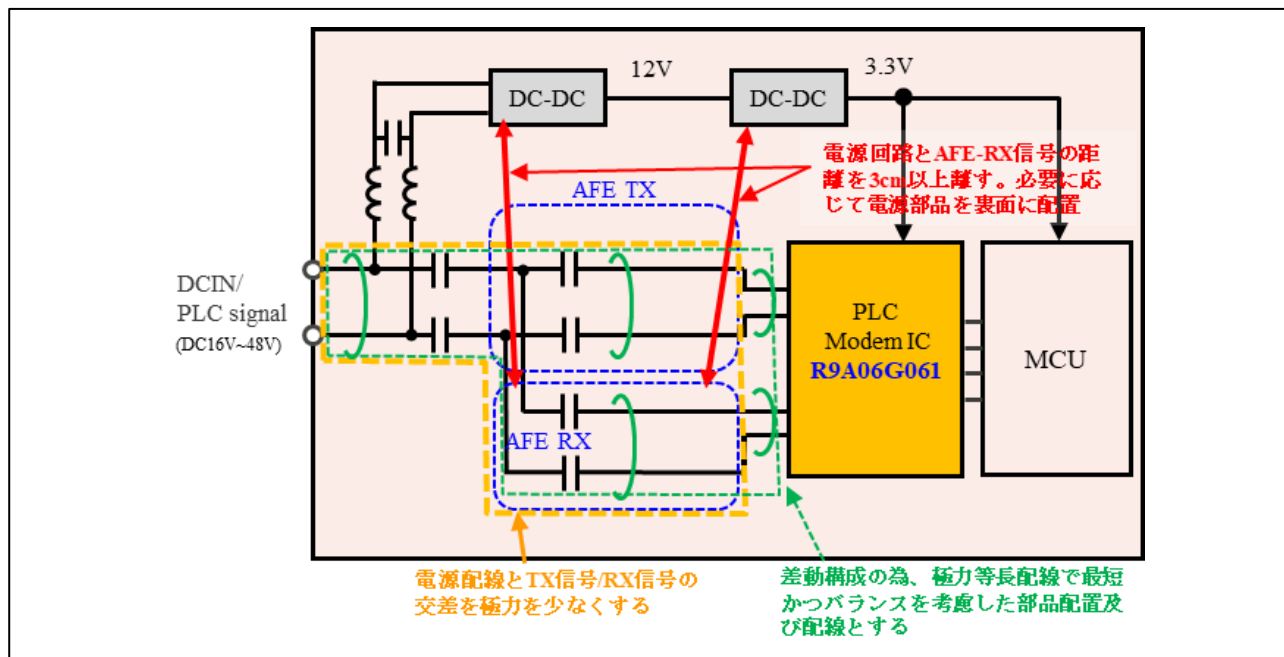

Figure 3-3 CPX 駆動の AFE 回路の PCB レイアウトの注意事項
- CPX 駆動の AFE 回路の PCB レイアウトの注意事項を Figure 3-3 に示します。
- R9A06G061-DC IN/PLC signal 端子の送信及び受信信号ラインは、差動信号となる為、可能な限り等長配線で最短かつバランスを考慮した部品配置及び配線にしてください。但し、電源回路との干渉のリスクがある場合は、電源回路と距離を優先してください。（Figure 3-3 参照）